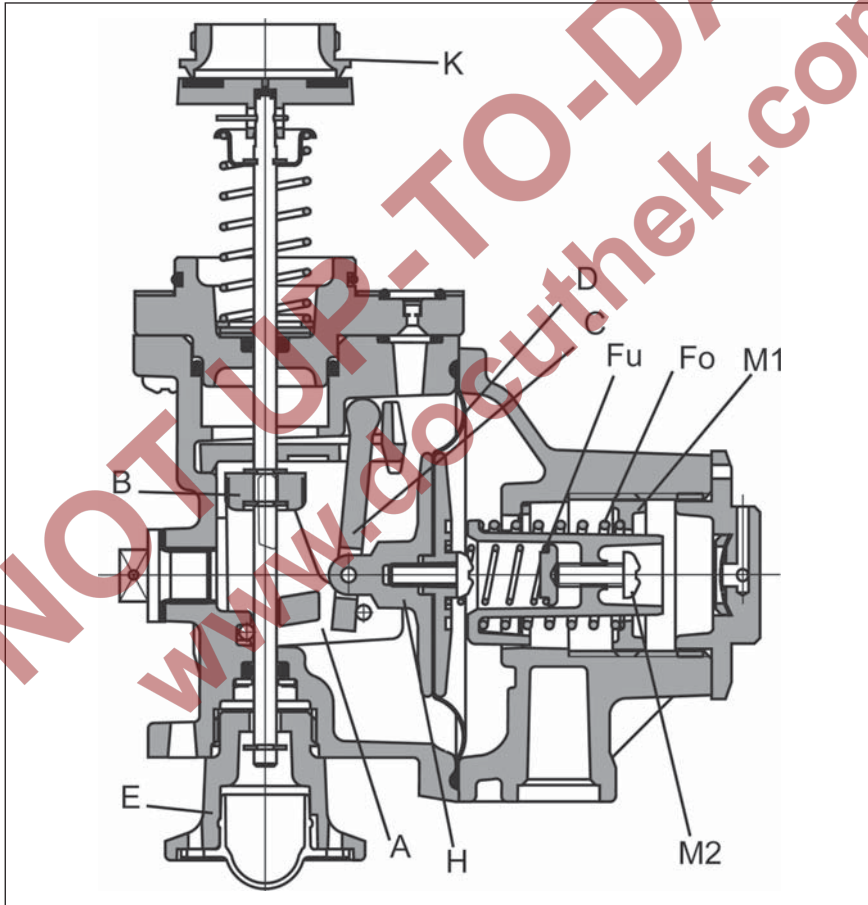

Bild 2-13, SAV - unterer Abschaltpunkt
Sinkt der Ausgangsdruck p_d im Regelgerät und somit der Druck unterhalb der SAV-Membrane (D), so bewegt sich bei Unterschreiten des durch die kleine Einstellfeder (F_u) eingestellten unteren Abschaltpunktes der Membranhalter (H) und der Schalthebel (C) nach links, siehe Bild 2-13. Der Sperrhebel (A) rastet mit seinen Stegen in die Kulissen der Sperrbüchse (B) ein. Die vorgespannte Sperrfeder an der Ventilspindel wird freigegeben. Der Ventilteller verschließt den Eingang (K) des Gas-Druckregelgerätes.